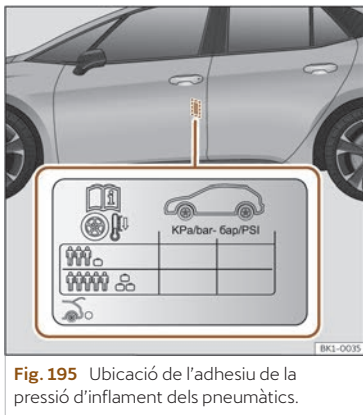

Fig. 195 Ubicació de l'adhesiu de la pressió d'inflament dels pneumàtics.
- Adapteu la pressió dels pneumàtics a la càrrega que porta el vehicle >>> **fig. 195**.
Els valors de la pressió d'inflament s'indiquen a l'etiqueta adhesiva situada a la zona posterior del marc de la porta davantera esquerra >>> **fig. 195**.
La pressió dels pneumàtics s'ha d'adaptar a la càrrega actual del vehicle. Si el vehicle anirà carregat al màxim, heu d'augmentar la pressió d'inflament al valor màxim de càrrega indicat a l'etiqueta adhesiva >>> **fig. 195**.
En el cas d'una roda d'emergència minimitzada (125/70 R16 o 125/70 R18), infleu-la a 4,2 bar de pressió segons s'indica a l'etiqueta de pressió dels pneumàtics >>> **fig. 195**.
- El conductor és responsable que tots els pneumàtics del vehicle estiguin inflats a la pressió correcta. La pressió d'inflament recomanada s'indica en un adhesiu >>> **fig. 195**.
- Amb els pneumàtics en fred, s'ha de mantenir sempre la pressió indicada a l'adhesiu >>> **fig. 195**.